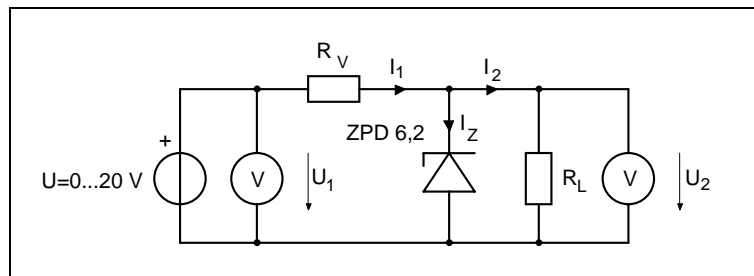

Bild 4: Stabilisierungsschaltung
- 2.3. Berechnen Sie für die Schaltung nach Bild 4 den Vorwiderstand R_V unter der Bedingung, daß der Strom I_Z für $0 \leq U_1 \leq 20$ V und beliebige Werte von R_L einen Höchstwert von 50 mA nicht überschreiten darf.
Berechnen Sie für die Schaltung nach Bild 4 den Glättungsfaktor für den in Punkt 2.3. berechneten Vorwiderstand. Gehen Sie bei der Berechnung von r_Z von den Maximalwerten für α_Z und R_{thU} aus und verwenden Sie für r_{Zj} den Wert, der für den Bereich $0,1 \cdot I_{Zmax} \leq I_Z \leq I_{Zmax}$ gilt.
Bauen Sie die Schaltung nach Bild 4 mit dem in der Vorbereitung dimensionierten Vorwiderstand R_V auf. Verwenden Sie für R_V einen einstellbaren Widerstand, den Sie auf den berechneten Wert einstellen.